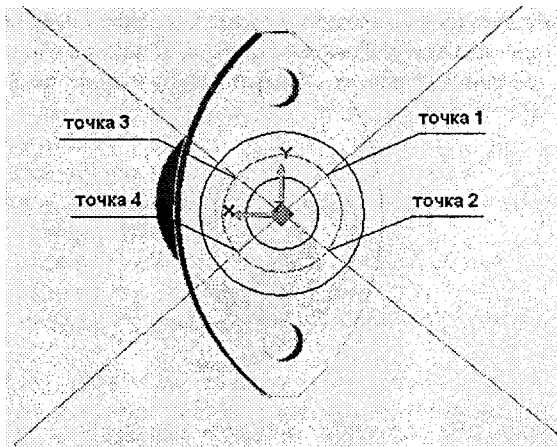

Рисунок 2.11 – Визначення центрів кіл отворів
9. На панелі «2D об'єктів» натисніть клавішу  «Окружність заданного діаметра» в полі «Діаметр =>» введіть значення «4» (рис. 2.11).